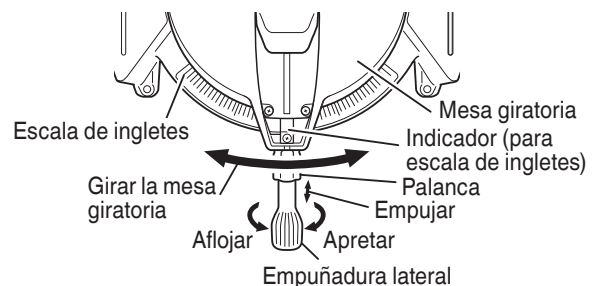

Fig. 17
- Afloje la empuñadura lateral y empuja la palanca para los topes de ángulo. Luego, ajuste la mesa giratoria hasta que el indicador se alinee con el ajuste deseado de la escala de ángulos de inglete (Fig. 17).